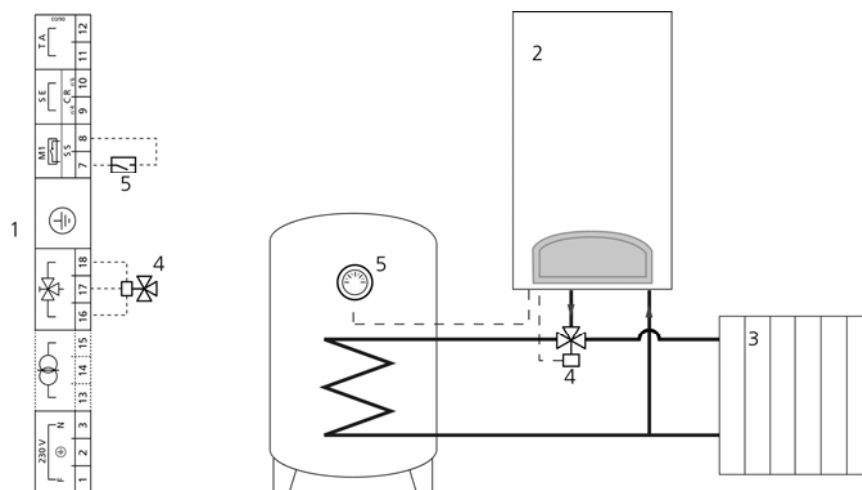

Figure 21
- réaliser le circuit hydraulique représenté sur la Figure 21